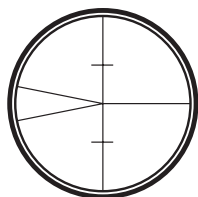

Fig. 3
1. **Fokusera hårkorsen** (Fig. 3) genom att rikta teleskopet mot en ljus bakgrund eller hålla ett vitt pappersark framför objektivlinsen, vrid sedan okularskyddet tills hårkorsen är skarpa och svarta.